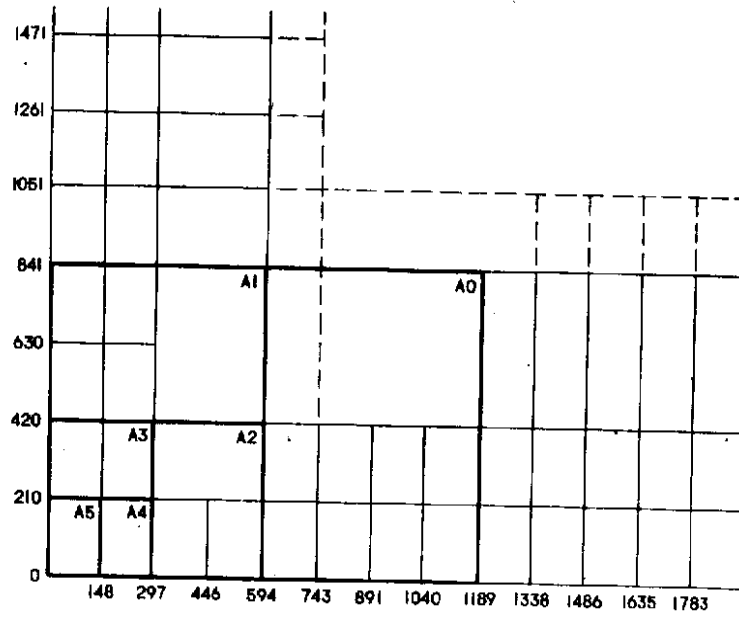

图 1
2.1 绘制图样时，优先采用表中规定的幅面尺寸，必要时可以沿长边加长。对于A0、A2、A4幅面的加长量应按A0幅面长边的八分之一的倍数增加；对于A1、A3幅面的加长量应按A0幅面短边的四分之一的倍数增加，见图1中的细实线部分。A0及A1幅面也允许同时加长两边，见图1中的虚线部分。